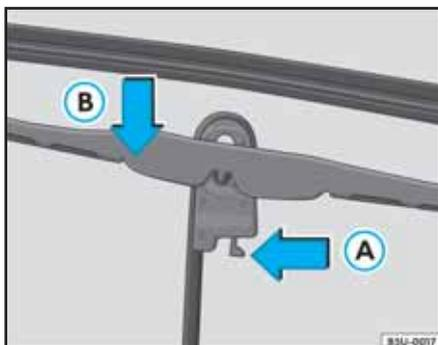

Fig. 152 Escobillas del lavaparabrisas
- Presione el resorte de seguridad ⇒ fig. 152 A en el sentido de la flecha.
- Desencaje la escobilla y retírela del brazo, ⇒ fig. 152 B en el sentido de la flecha.